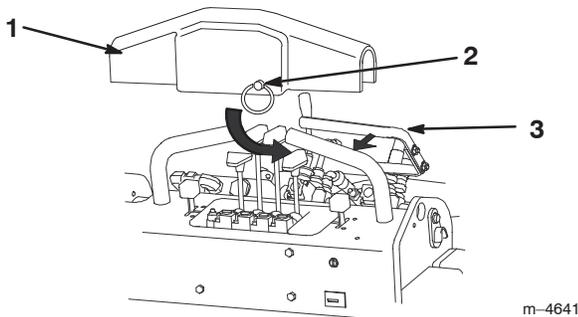

Figure 18
- A. Tirer le levier hydraulique auxiliaire vers la poignée de conduite, et mettre le cache en place en l'enfonçant sur les poignées de conduite, puis en le poussant vers la droite pour glisser la goupille qui le traverse sous la poignée de conduite de droite (Fig. 18).
5. Retirer le dispositif d'immobilisation du levier hydraulique (Fig. 18 ou 19).